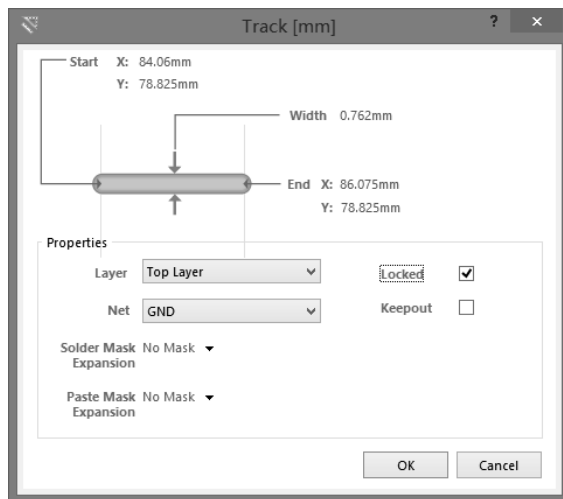

图 3.6.16 锁定预布线
(2) 锁定预布线: 双击要锁定的导线, 打开“Track”对话框, 选中“Locked”复选框, 如图 3.6.16 所示。如果要锁定所有预布线, 选择“Auto Route” “Setup(设置)”命令, 在打开的对话框中选中“Lock All Pre-routes(锁定全部预布线)”复选框。